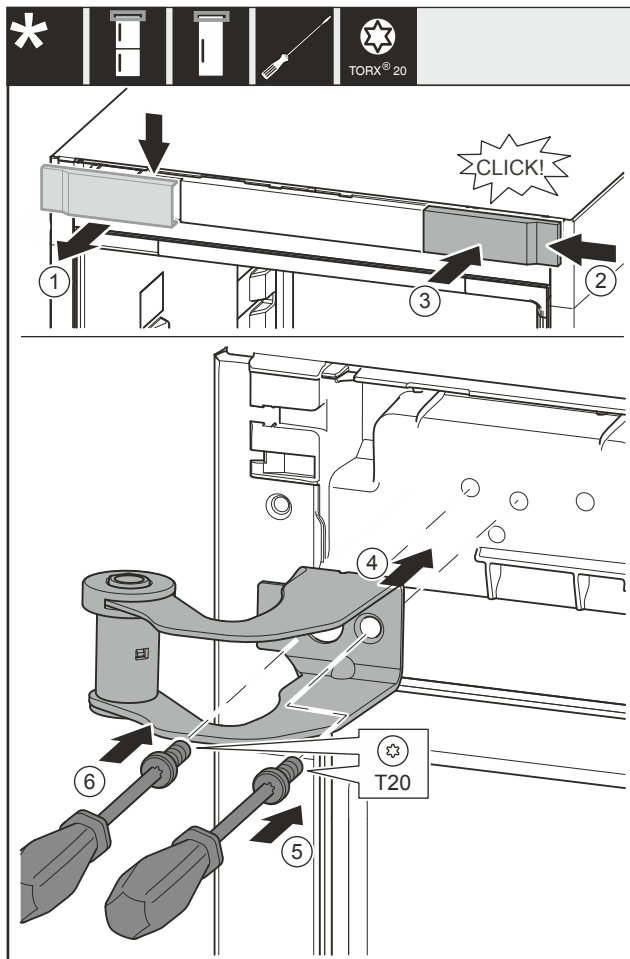

Fig. 33
- Retirer le couvercle Fig. 33 (1) depuis le haut vers l'avant.
- Accrocher le couvercle Fig. 33 (2) tourné de 180° de l'autre côté depuis le côté droit.
- Enclencher le couvercle Fig. 33 (3).
- Poser le support de palier supérieur Fig. 33 (4).
- Visser la vis Fig. 33 (5).
- Visser la vis Fig. 33 (6).